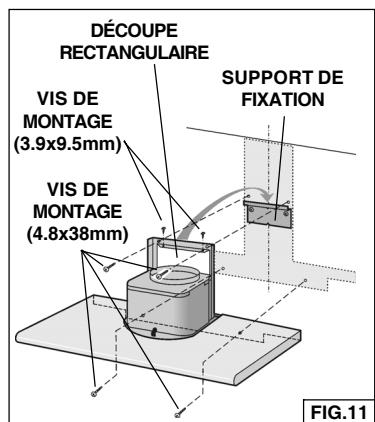

FIG.11
3. Alignez l'ouverture rectangulaire située à l'arrière de la hotte avec le support de fixation murale. Abaissez lentement la hotte jusqu'à ce qu'elle s'emboîte avec le support (fig. 11).
4. Mettez la hotte à niveau au moyen des vis d'assemblage (3.9x9.5mm) et fixez-la au moyen de deux (4) vis de montage (4.8x38mm). Si vous ne disposez pas de poteaux de cloison ni d'armature, utilisez les ancre murales fournies (fig. 11).